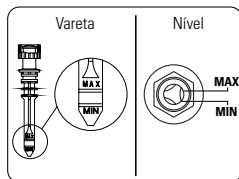
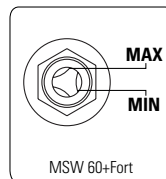

FIGURA 8.6
FIGURA 8.7
1. Verifique el nivel de aceite (Figura 8.7) (Para compresores lubricados).
- Verifique el nivel de aceite y complételo si es necesario, antes de encender el compresor. El nivel debe estar entre las marcas máxima y mínima del varilla o visor de nivel aceite (Para compresor lubricado).(Figura 8.6). Para el compresor MSW 60+Fort la lectura del visor es como indicado en la Figura 8.7.